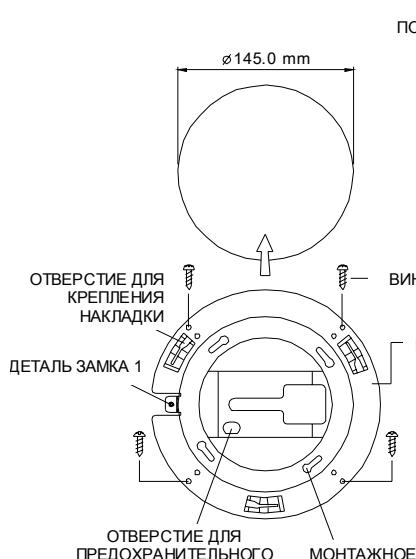

Рис.9
- Б-2** Подготовьте в потолочной плите отверстие Ø145 мм (Рис.9).